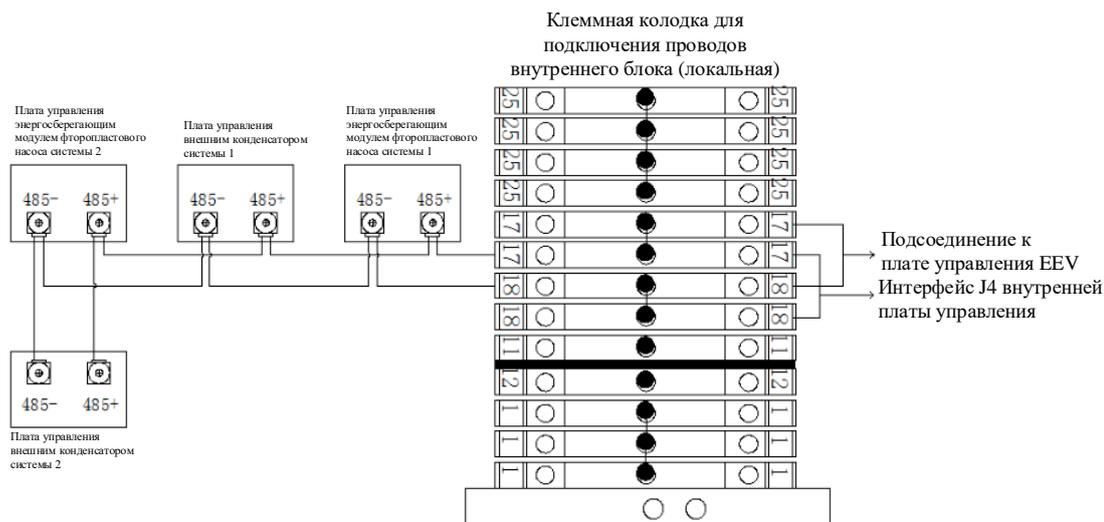

Рис. 3-6 Способ подключения линии связи RS485 комнатного кондиционера с естественным охлаждением фторопластовым насосом
Работа внутреннего блока, внешнего блока и энергосберегающего модуля фторопластового насоса комнатного кондиционера с естественным охлаждением фторопластовым насосом контролируется посредством линии связи RS485. Конкретный метод подключения линии связи показан на Рис. 3-6.
3. При возникновении неисправности линии связи следуйте способу прокладки проводов, показанному на Рис. 3-6, чтобы проверить правильность прокладки проводов, а также фиксацию кабелей.
Между внутренним и внешним блоками комнатного кондиционера с естественным охлаждением фторопластовым насосом необходимо подключить линию управления RS485. Конкретный способ подключения см. на Рис. 3-6.